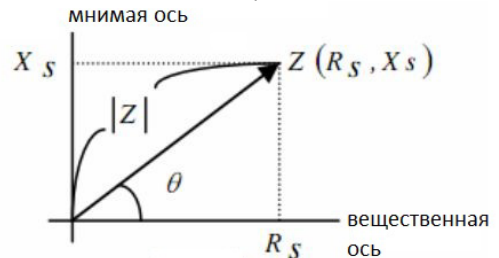

Рисунок 1
3.2 Описание параметров импеданса (см. Рисунок 1)